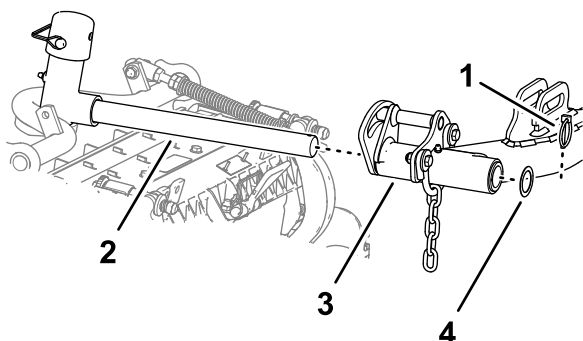

Рисунок 30
5. Подведите режущий блок под подъемный рычаг (Рисунок 30).